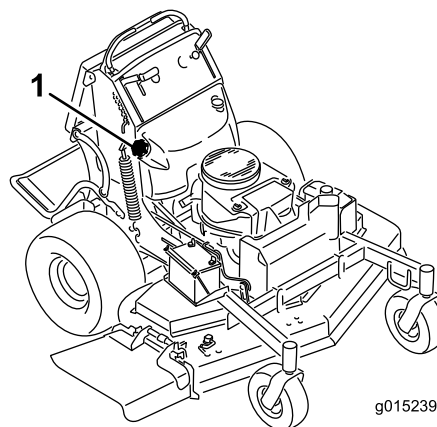

Figura 50
5. Servendovi della pompa a mano, travasate il carburante in una tanica pulita adatta (Figura 50).